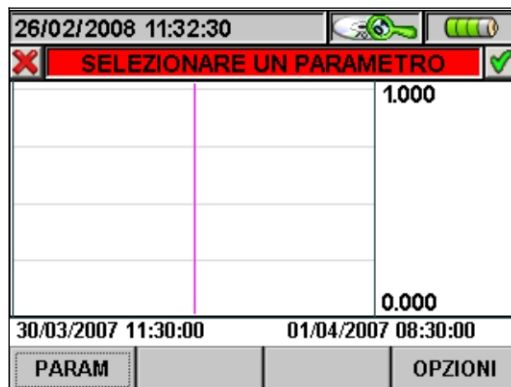

Fig. 118: Selezionare un Parametro
- Il tasto **ESC** (o la smart icon ) per uscire dalla funzione e tornare alla pagina "Selezionare un Parametro" (Fig. 118)
- Il tasto **ESC** (o la smart icon ) per uscire dalla funzione e tornare alla pagina "Selezionare un Parametro" (Fig. 118).
3. Premere il tasto **ESC** (o la smart icon ) per uscire dalla funzione e tornare alla pagina "Selezionare un Parametro" (Fig. 118).